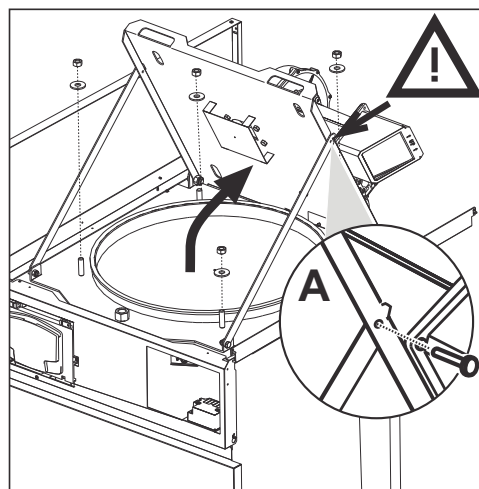

fig. 69
2. Retirer les 4 écrous et rondelles (fig. 69).
3. Ouvrir la porte du brûleur (fig. 69).
Après avoir ouvert la porte du brûleur et l'avoir attachée aux bras de support, insérer impérativement un axe dans l'orifice de sûreté (rep. A -) pour éviter qu'elle ne se détache accidentellement durant les opérations d'entretien. fig. 69